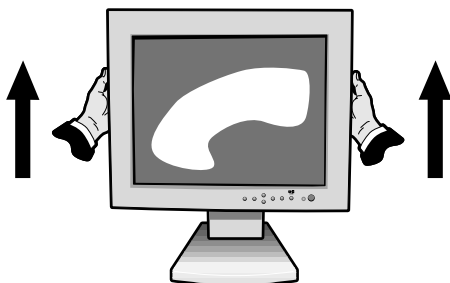

Figure R.1
Avant de le tourner l'écran, celui-ci doit être soulevé à sa hauteur maximale afin d'éviter qu'il ne heurte la table ou que vous ne vous coinciez les doigts. Pour lever l'écran, placez les mains de chaque côté de l'écran et levez (figure R.1).
2. Placez les mains de chaque côté du moniteur et levez-le à la hauteur maximale (figure R.1).